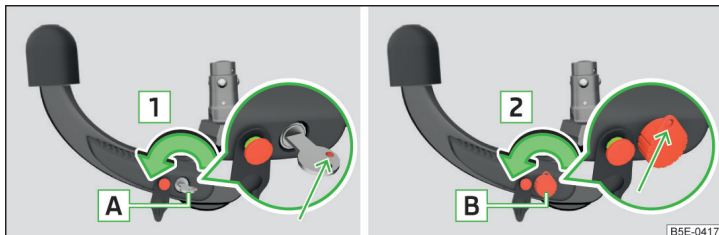

Abb. 175 1. Schritt: Schlüsselvariante 1 / Schlüsselvariante 2
- Den Schlüssel **A** in Pfeilrichtung **1** drehen, sodass dessen rote Markierung nach oben zeigt » Abb. 175.
- Den Schlüssel **B** in Pfeilrichtung **2** drehen, sodass die Schlüsselöse nach oben zeigt » Abb. 175.